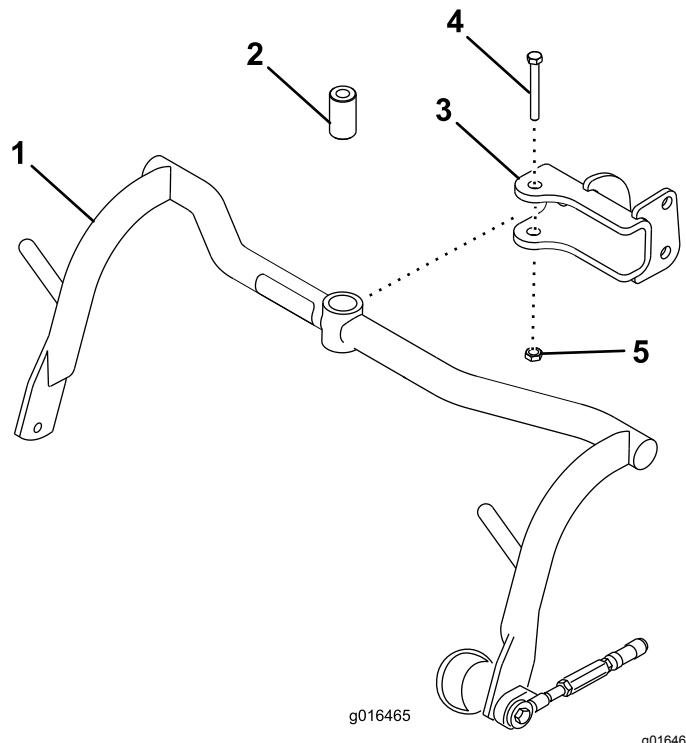

Bild 8
- Befestigen Sie einen Trägerrahmen mit einem Distanzstück, einer Schraube ( $\frac{1}{2}$ " x 3 $\frac{1}{4}$ ") und einer Sicherungsmutter ( $\frac{1}{2}$ ") an jeder Lastöse, siehe Bild 8. Ziehen Sie diese auf ein Drehmoment von 91 bis 113 N·m fest.